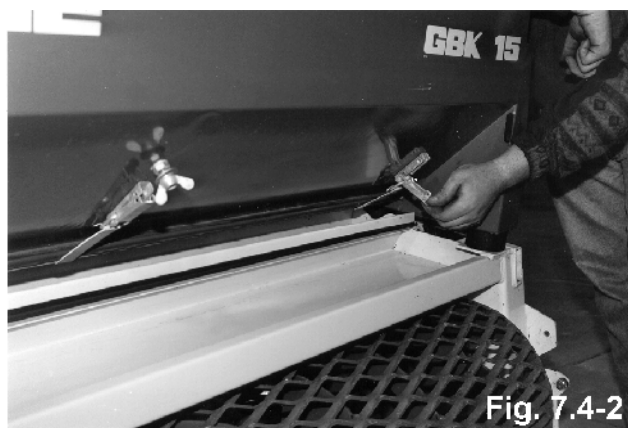
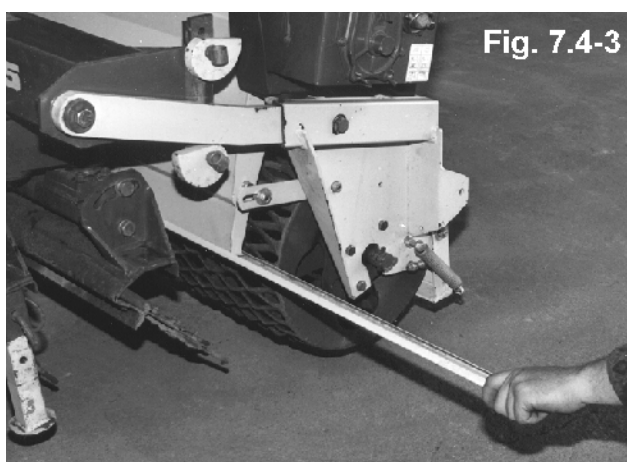

Fig. 7.4-2
Fig. 7.4-3
- Løsn skruerne (fig. 7.4-2) og lad bundpladen vippe ned. Frøene løber ned ad slisen og derfra videre ned i posen, indtil glideskinnen fjernes igen (fig. 7.4-3).